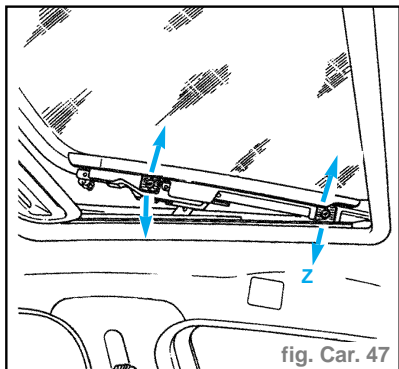

fig. Car. 47
- Comme pour le réglage du jeu avant / arrière agir sur les vis et sur le panneau (fig. Car. 47).